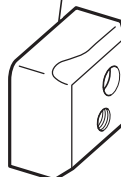

Fig. 9
1. Vida de servicio de la cortadora (Fig.9)